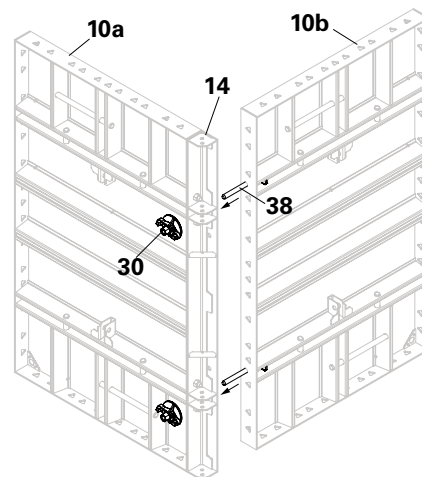

Fig. A4.16
2. Installare il telaio successivo (10b) nel gruppo del telaio (10a) + angolo esterno HSA (14) usando il connettore angolare HSA DW 15 (38) e la contropiastra dado ad alette DW 15 (30) (Fig. A4.16)